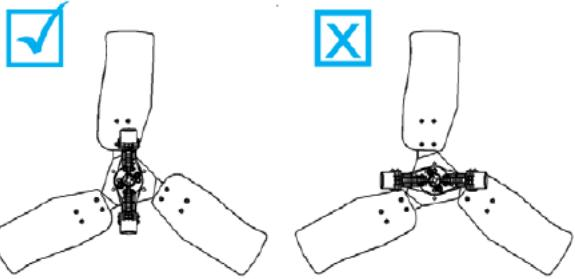

fig.19
2. Svitare le (2) viti esagonali M8 ed estrarre l'intero sistema centrifugo attraverso la serranda.
4. Avere cura di montare il sistema centrifugo come mostrato in fig. 19.